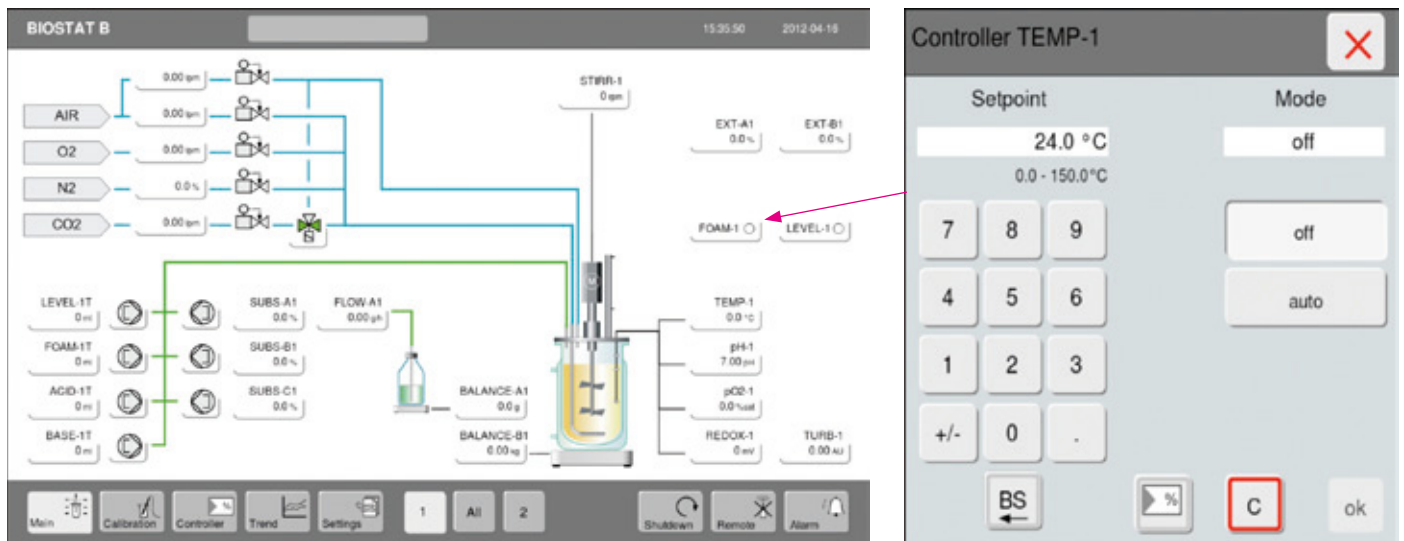
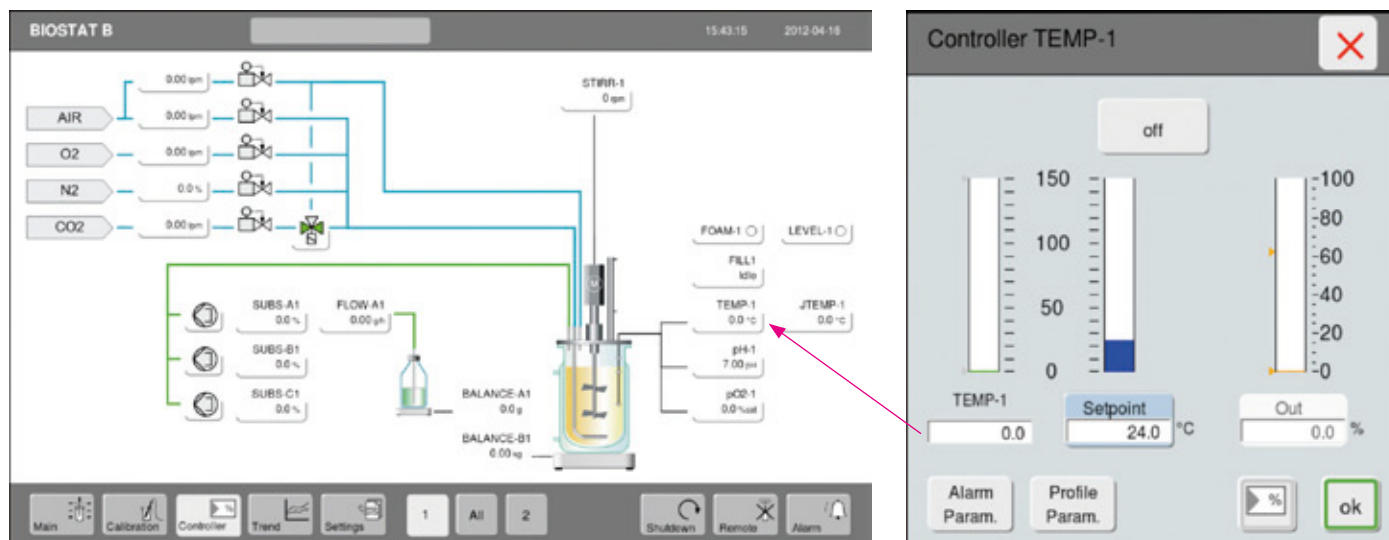

Fig. 13-6 : Saisie de la valeur de consigne et sélection du mode de fonctionnement du régulateur « TEMP » via le menu « Main »
Fig. 13-7 : Saisie de la valeur de consigne et sélection du mode de fonctionnement du régulateur « TEMP » via le menu « Controller »
- Lorsque vous accédez au menu « Main », un sous-menu apparaît avec un clavier du côté gauche pour la saisie des données et un champ de sélection pour les modes de fonctionnement possibles (voir figure 13-6). Lorsque vous accédez au menu « Controller », il est possible d'entrer une valeur de consigne à l'aide de la touche tactile « Setpoint » (après que vous avez appuyé sur la touche tactile, un clavier apparaît également sur l'écran). La touche tactile « off » permet de sélectionner le mode de fonctionnement (voir figure 13-7).